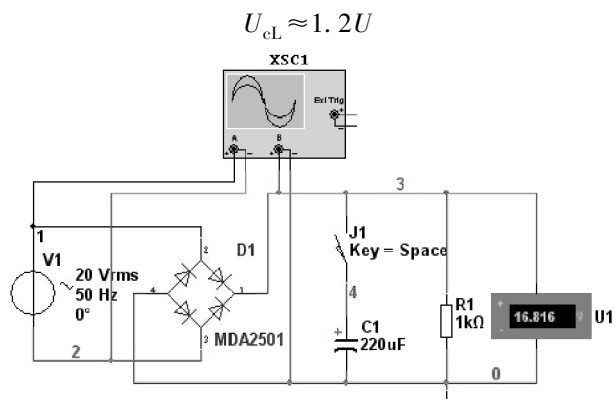

图 6-23 桥式整流滤波仿真电路
桥式整流仿真电路如图 6-23 所示。
2. 搭建图 6-23 所示为桥式整流滤波仿真电路